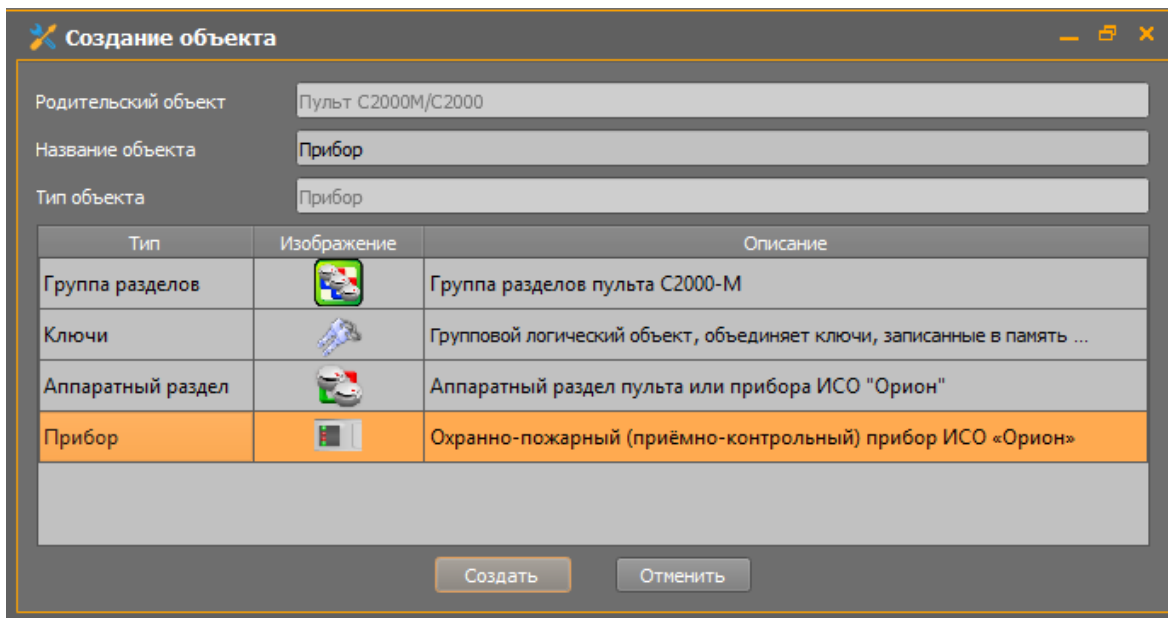

Рисунок 35 Создание прибора под объектом «Пульт С2000М»
- а. Для создания объекта «Прибор» вызовите контекстное меню и выберите пункт «Создать дочерний элемент», в появившемся окне тип объекта – «Прибор» и нажмите кнопку «Создать» (рис.35)